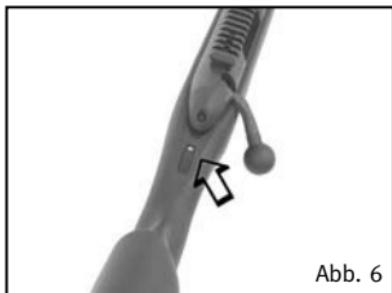

Abb. 6
Sicherungs-Stellung (Abb. 6):
1. Sicherungsrad des Gewehres auf Sicherungs-Stellung (Abb. 6).
3. Sicherungsrad in die Sicherungsstellung (Abb. 6) drehen und Waffe entspannen.